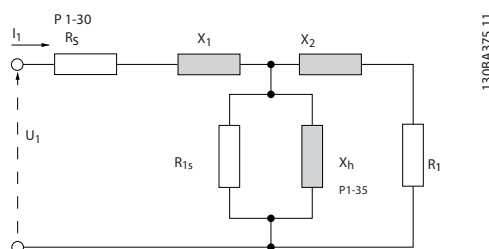

Bild 3.4 Ekvivalensdiagram för en asynkronmotor
- Kör AMA med kall motor. Frekvensomformaren mäter värdet från motorn. - Ange värdet för X₂ manuellt. Skaffa värdet från motorleverantören. - Använd fabriksinställningen för X₂. Frekvensomformaren upprättar själv värdet med utgångspunkt från motorns märkskyltsdata. Se Bild 3.4.